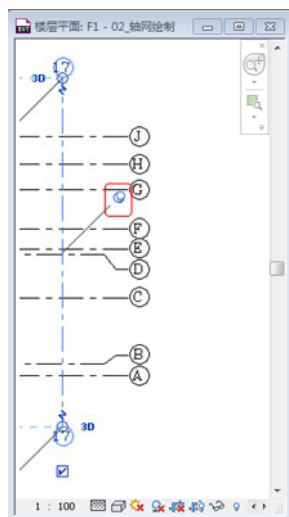
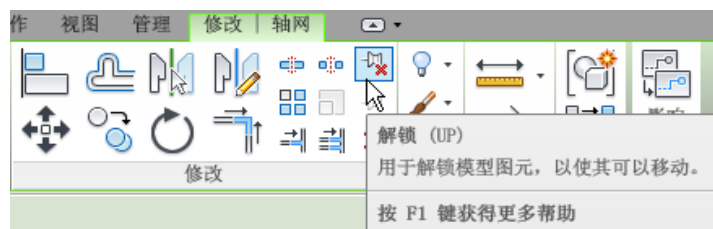

图 1-27
图 1-28
**【注意】**用“锁定”工具可以将建模构件锁定在适当的位置。锁定建模构件后，该构件就不能再移动了。如果试图删除锁定的构件，则 Revit Architecture 会显示警告，提示该构件已锁定。在图元旁边会显示一个图钉控制柄，表示该图元已被锁定。锁定后如需调整某条轴线，可选择该轴线，单击图 1-27 所示的图钉控制柄，将在此锁定控制柄附近显示 X，以指明该图元已解锁，修改完成后可再次单击图钉控制柄恢复锁定。如需将所有轴网解锁，请框选轴网，单击图 1-28 所示的功能区工具“解锁”。